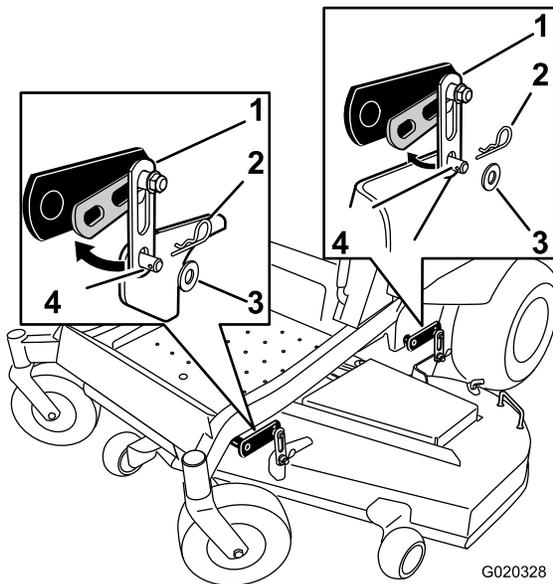

Figure 74
2. Enlevez les fixations des patte de fixation avant et arrière de chaque côté du tablier de coupe (Figure 74).
6. Soulevez l'arrière du tablier de coupe et fixez le support arrière du tablier aux pattes de fixation arrière. Fixez l'ensemble avec une rondelle et une goupille fendue (Figure 74).
7. Montez le support avant du tablier de coupe sur les pattes de fixation avant et fixez-les avec une rondelle et une goupille fendue (Figure 74).